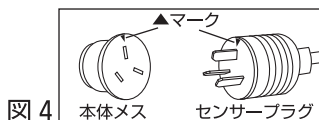

図4
4. 両プラグの▲マークを合わせて、差し込んでください。(図4)